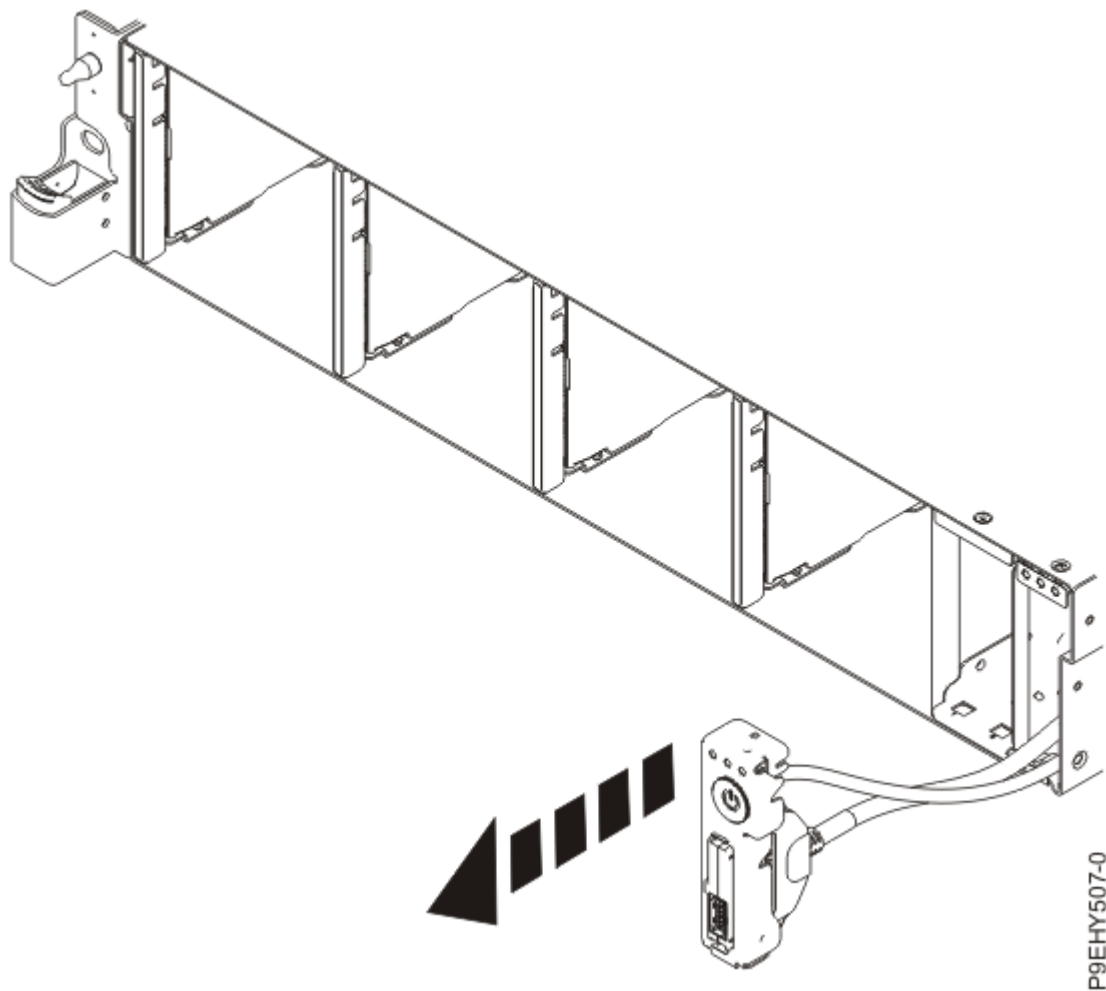

図 39. 電源スイッチおよびケーブルの引き出し
9. システムから電源スイッチを引き出します (57 ページの図 39 を参照)。